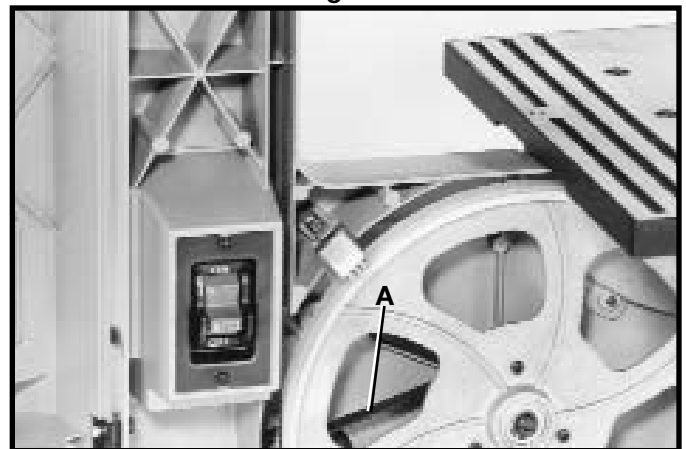
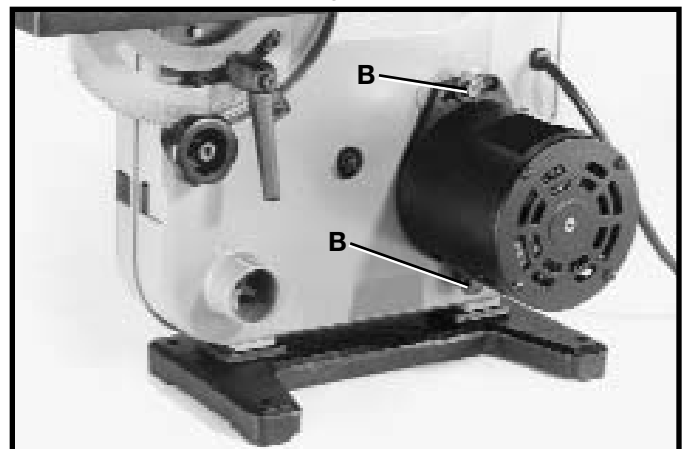

Fig. 29
Fig. 30
La correa (A) Fig. 29, acciona la puleya de la sierra desde la puleya del motor. La tensión correcta de la correa (A) es cuando hay una deflexión de aproximadamente 1/4 pulg. en el tramo central de la correa (A) presionando ligeramente con el dedo. Si la tensión de la correa requiere ser ajustada, afloje los dos tornillos (B) Fig. 30, y gire el motor en la manera correspondiente. Apriete los tornillos (B) cuando el ajuste haya sido completado.